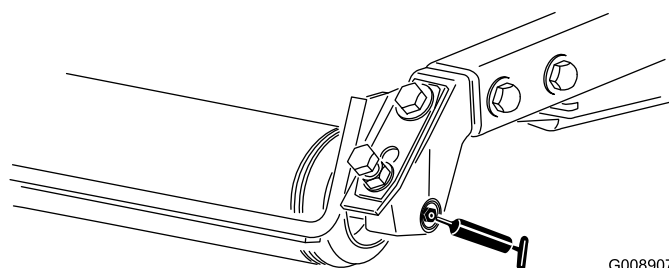

Рисунок 38
- Задние роликподшипники (по 2 шт. на режущий блок) — Рисунок 38